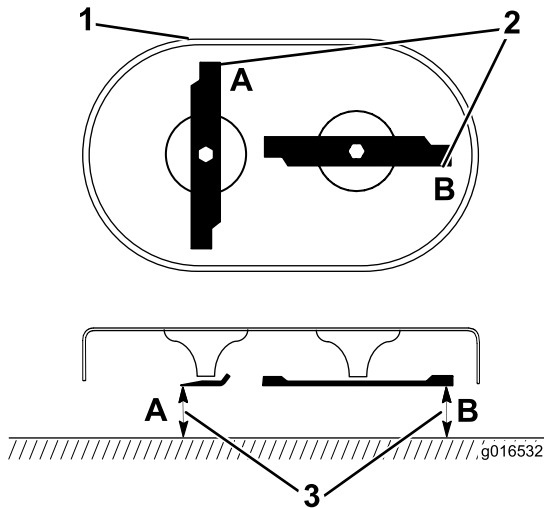

Figure 34
1. Faites tourner les lames jusqu'à ce qu'elles soient dans la position indiquée à la Figure 34.